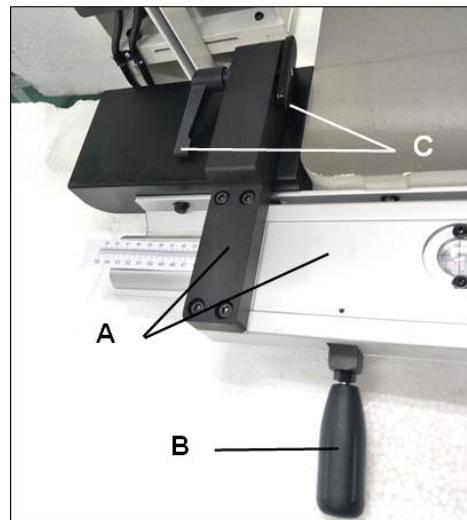

Рис. 3
5. Разместите чугунную консоль с основанием для упора (A, Рис. 3) на направляющей так, чтобы консоль вошла в зацепление с направляющей.
6. Закрепите и затяните ручку (B, Рис. 3) при помощи шайбы M8 на основании консоли.
7. Установите вращающуюся ручку и сухарь на корпусе консоли (C, Рис. 3). Не затягивайте.